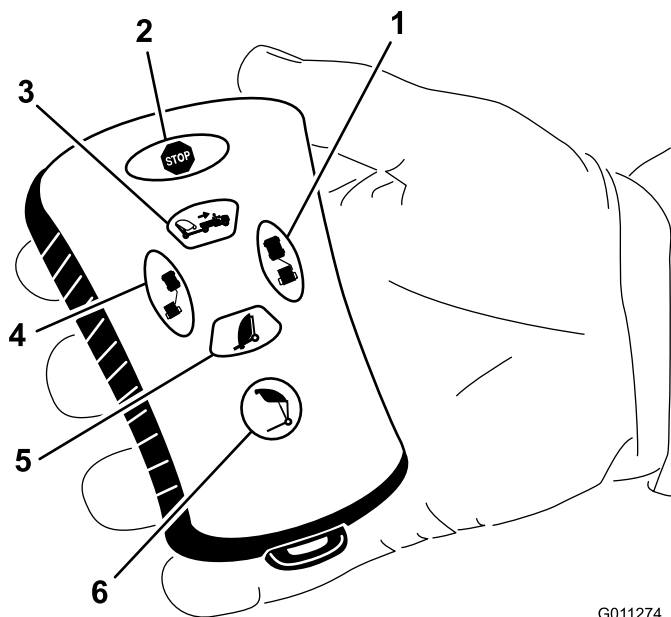

図 25
- ・ ダンプ・ボタンを押す（図 25）。
- ・ 次に、左オフセット・ボタンを押す（図 25）。
- ・ 次に、右オフセット・ボタンを押す（図 25）。
- 次にダンプ・ボタンを押したまま保持する（図 25）。
- ・ ホッパーを下降させるには、スイーパ下降ボタンを押す（図 25）。